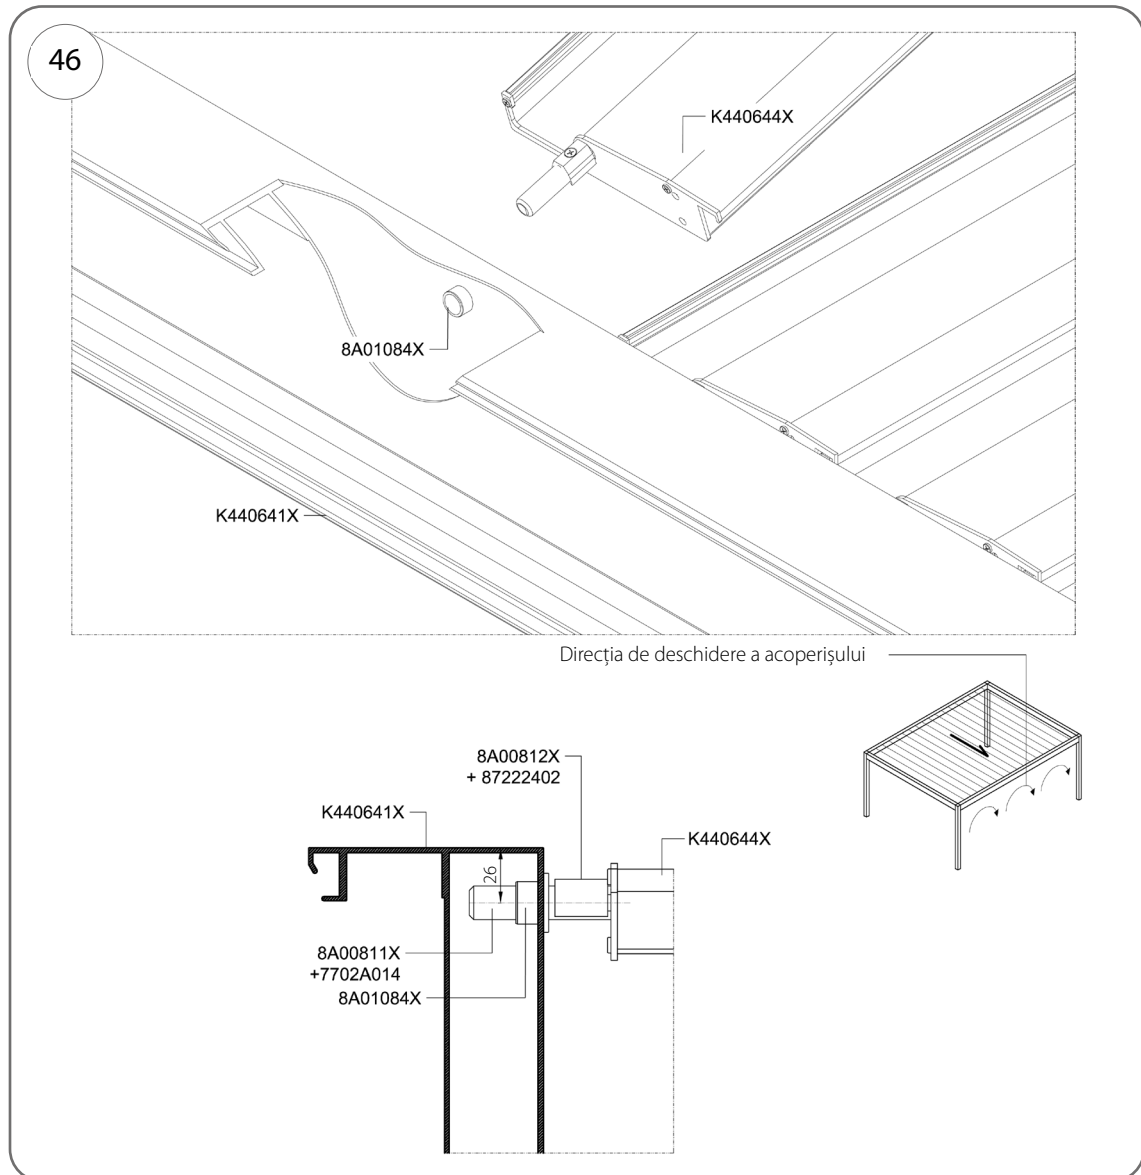

Fig. 46
1. Introduceți axul lamei în unghi în bucașa 8A01084X (Fig. 46).